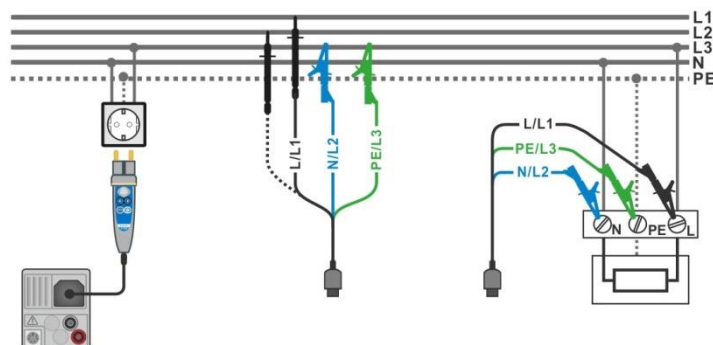

Abbildung 7.43: Phase-Neutralleiter- oder Phase-Phase Messung der Leitungsimpedanz - Anschluss des Commander-Prüfsteckers und den 3-Leiter Prüfadapter
- › Schließen Sie die Prüfleitungen oder den Commander Prüfstecker am Prüfling an, siehe **Abbildung 7.43**.